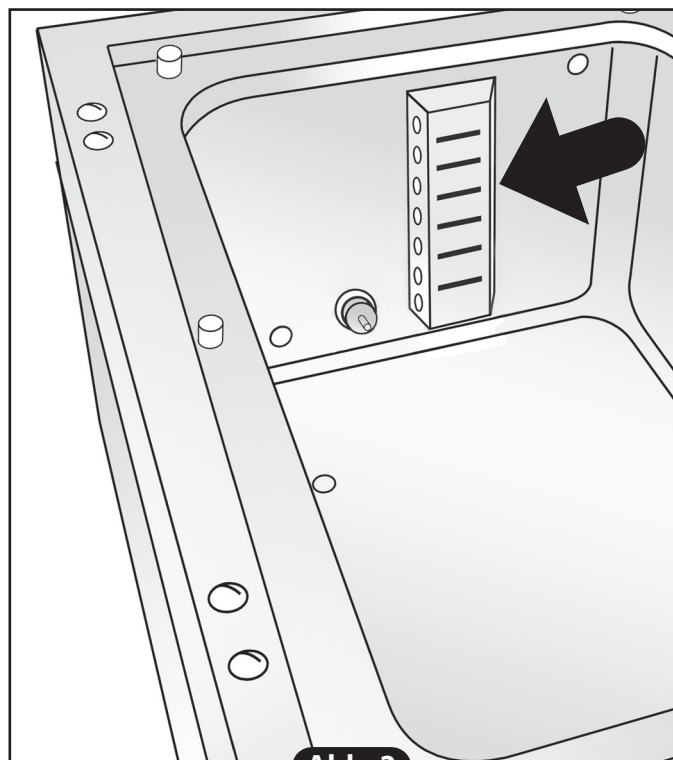

Abb. 2
- Füllstandsanzeiger Ausführung Top (**Abb. 2**).